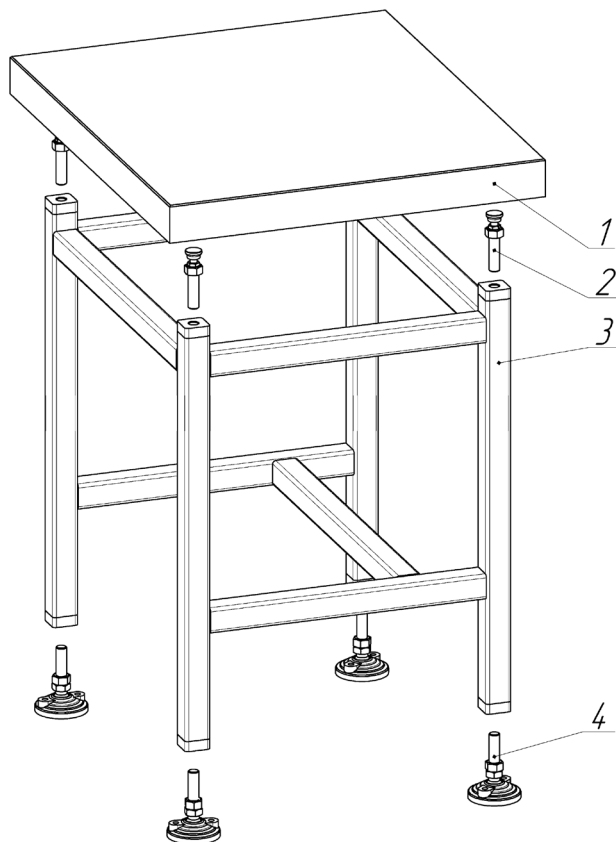
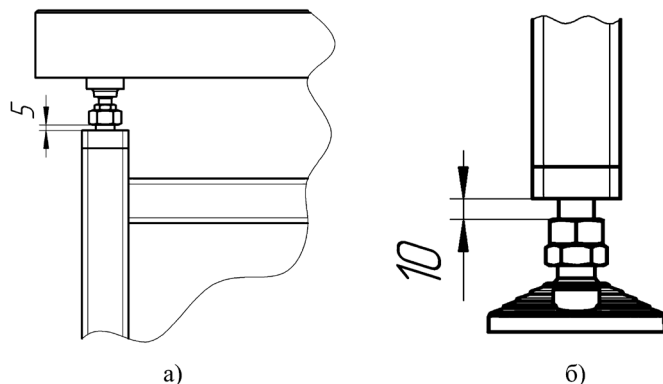

Рис. 1 – Сборка стол
Рис. 2 — расстояние от контргайки до торца каркаса
5.3 Закрутите нижние опоры вместе с контргайками — 4 (Рис.1) в каркас стола — 3 (Рис. 1) на такое расстояние, чтобы между гайкой и торцевой поверхностью каркаса оставалось 10 мм (Рис. 2, б); (Это делается из-за того, что диапазон регулировки нижних опор составляет 0...20 мм, поэтому регулировка производится от среднего положения.)
5.5 Закрутите верхние опоры вместе с контргайками — 2 (Рис.1) в каркас стола — 3 (Рис. 1) на такое расстояние, чтобы между гайкой и торцевой поверхностью каркаса оставалось 5 мм (Рис. 2, а); (Это делается из-за того, что диапазон регулировки верхних опор составляет 0..10 мм, поэтому регулировка производится от среднего положения.)
5.7 Аккуратно, при помощи двух-трёх человек, возьмите гранитную плиту — 1 (Рис. 1) и установите её на верхние опоры — 2 (Рис. 1), в соответствии с указательными знаками на каркасе и самой плите.